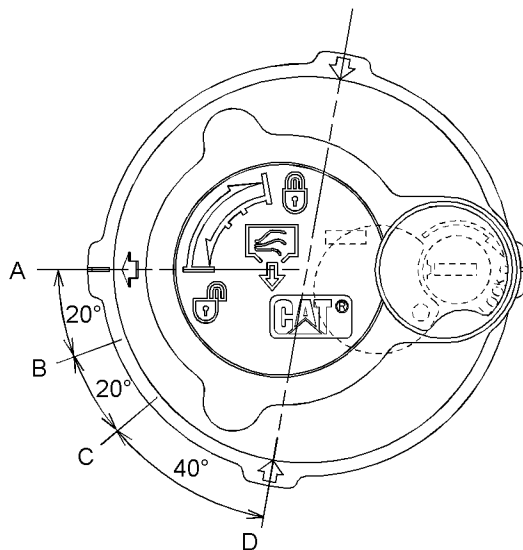

Ilustración 376
- (A) Posición **TRABADA**
- (B) Posición **ALIVIO DE PRESIÓN - ARRANQUE**
- (C) Posición **ALIVIO DE PRESIÓN - FIN**
- (D) Posición **ABIERTA**
**15.** Suelte la presión que puede haber en el circuito hidráulico de retorno con el siguiente procedimiento. Consulte la Ilustración 376 para ver las posiciones de la tapa del tubo de llenado.
- a. Gire la tapa de llenado hacia la izquierda sin aplicar fuerza hacia abajo y mueva la flecha de la posición (A) a la posición (B).
- b. Suelte la presión durante un mínimo de 45 segundos moviendo la flecha de la posición (B) a la posición (C).